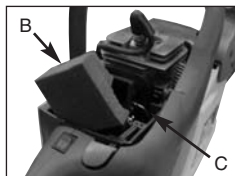

Abb. 18B
- Heben Sie den Luftfilter (B) aus dem Luftkasten heraus (C) (Abb. 18b).